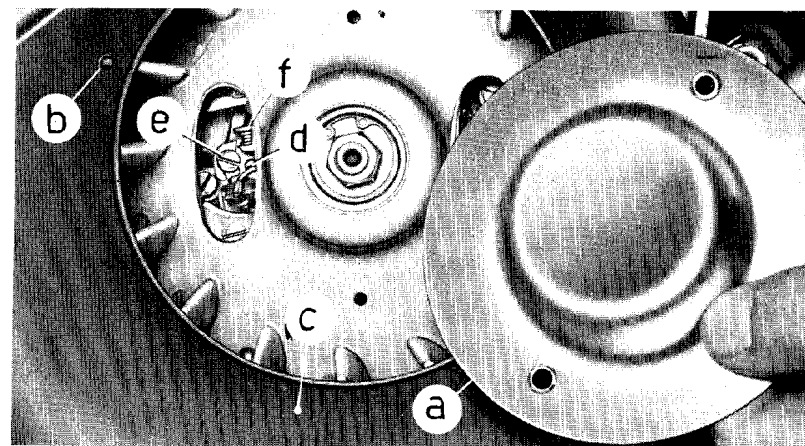

Fig. 24 - Registrazione puntine del ruttore
<p>CONTROLLO FASATURA VOLANO</p>	<p>Smontare il coperchietto parapolvere « a » (fig. 24) e far coincidere l'aletta della ventola indicata con freccia con il foro « b » del coperchio « c »: in tali condizioni deve iniziarsi il distacco delle puntine del ruttore.</p> <p>Ruotando a mano la ventola, l'apertura max delle puntine suddette deve inoltre essere <math>0,4 \div 0,5</math> mm.: se non lo fosse, portarvela agendo sulla vite « d », dopo aver allentato la vite « e ».</p> <p>N. B. - Per l'eventuale rimessa a punto della fasatura (meccanica e magnetica) è consigliabile rivolgersi alle Stazioni di Servizio.</p>
3) - Pulire, e se necessario registrare, le puntine platinato del rotore (fig. 24).